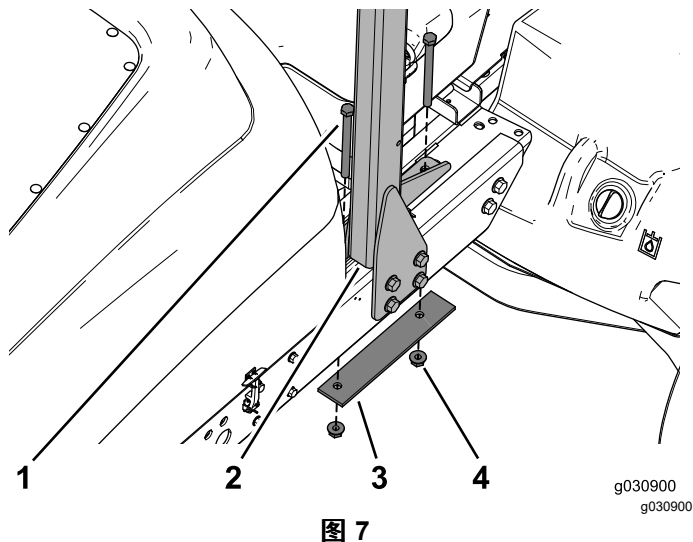

图 7
6. 整理好加强板和电池盒以便拆下将翻车保护杆固定到机架顶部的 2 个螺栓、加强板和 2 个凸缘螺母图 7。将它们放置一旁。